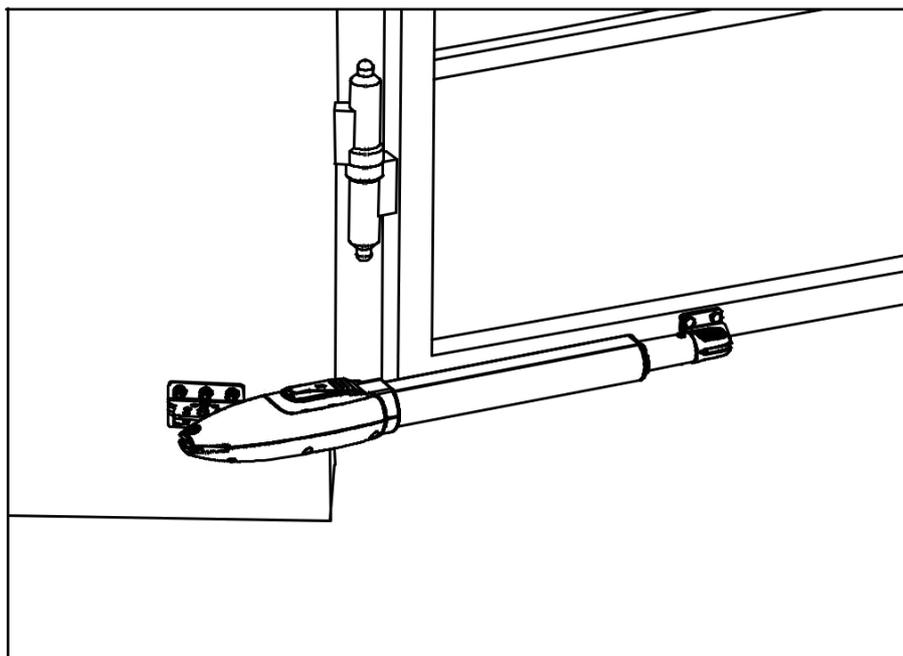

**Figura 7**
D) Ligue a máquina principal com suportes de ligação por parafuso e porca, conforme indicado na Figura 7.